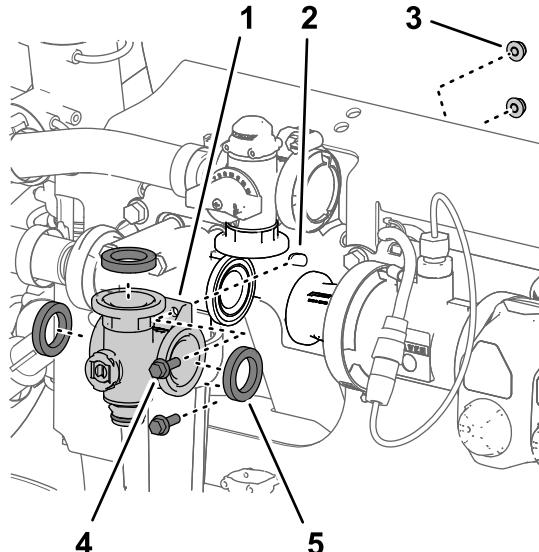

Figure 109
3. Retirez les 2 boulons à embase ($\frac{1}{4}$ " x $\frac{3}{4}$ ") et les 2 contre-écrous à embase ($\frac{1}{4}$ ") qui fixent le collecteur de vanne d'agitation au support de vanne (Figure 109).
4. Déposez le collecteur de vanne d'agitation et les joints de la machine (Figure 109).